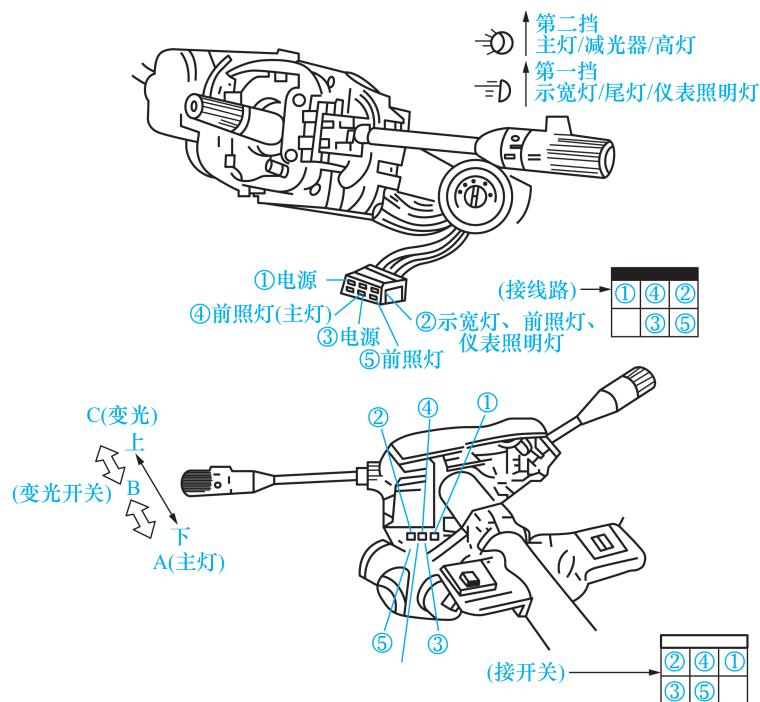
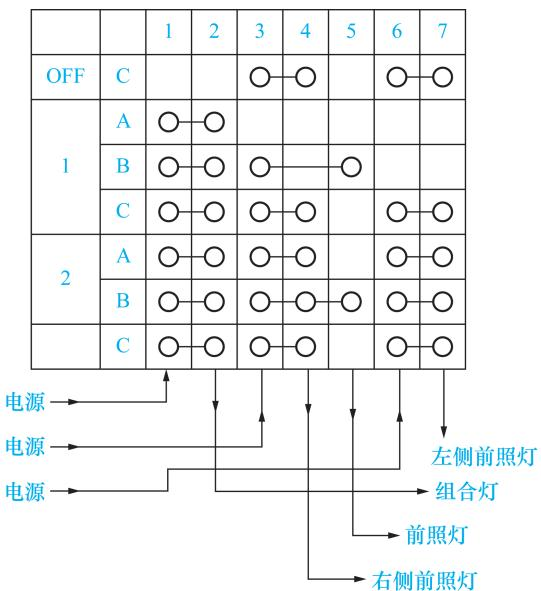

图 1-34 灯光开关构造
图 1-35 灯光开关的接线方法
(5) 开关应用实例介绍。下面以灯光开关为例,介绍其实物和电路连接方法。灯光开关构造如图 1-34 所示,灯光开关的接线方法如图 1-35 所示。